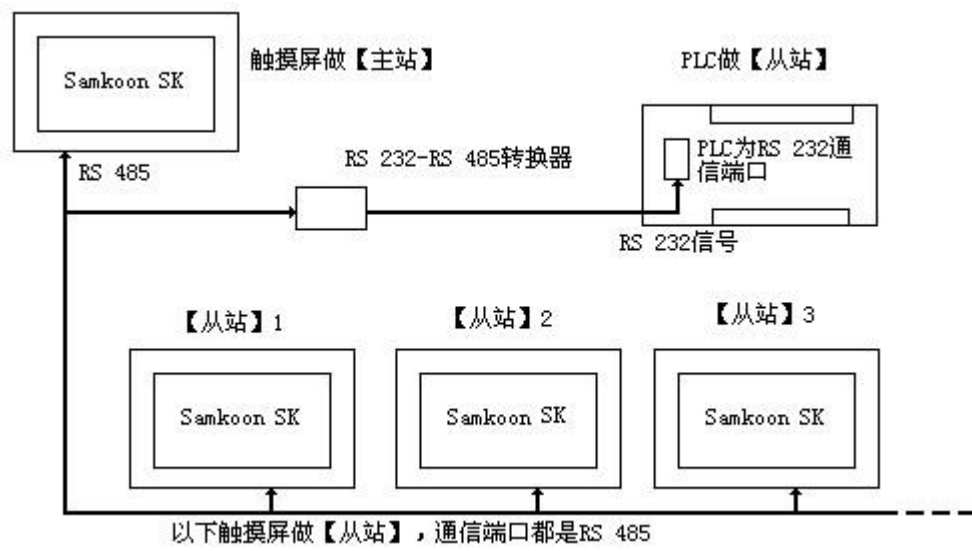

图 8-5 PLC(RS232)做【从站】的“一机多屏”连接示意图
1. 连接 PLC 的通信口为 RS232，连接方式和做【主机】的系统设置如下图 8-5，图 8-6，图 8-7 所示：